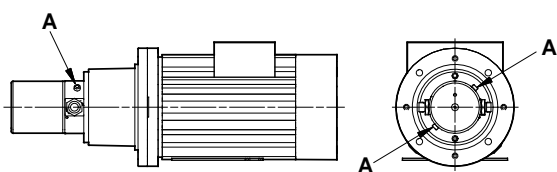

Fig. 4 Bouchons de purge
1. **Purge** : Avant de démarrer la pompe, desserrer les bouchons de purge "A", voir fig. 4. Lorsque de l'eau commence à couler à travers les orifices, la pompe a été remplie d'eau. Resserrer les bouchons.